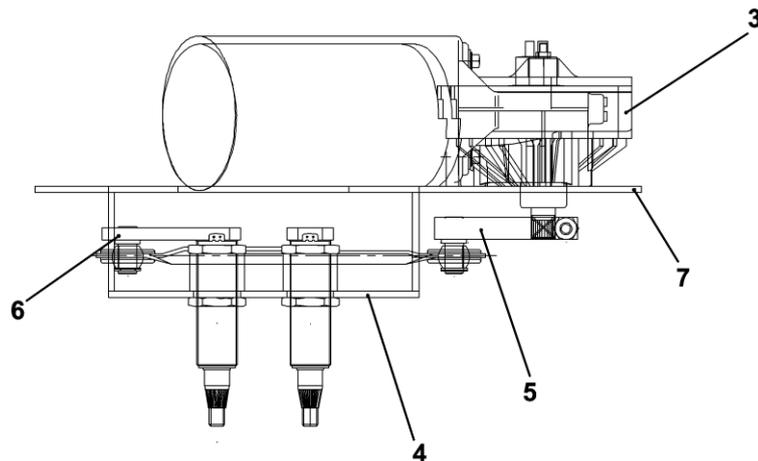
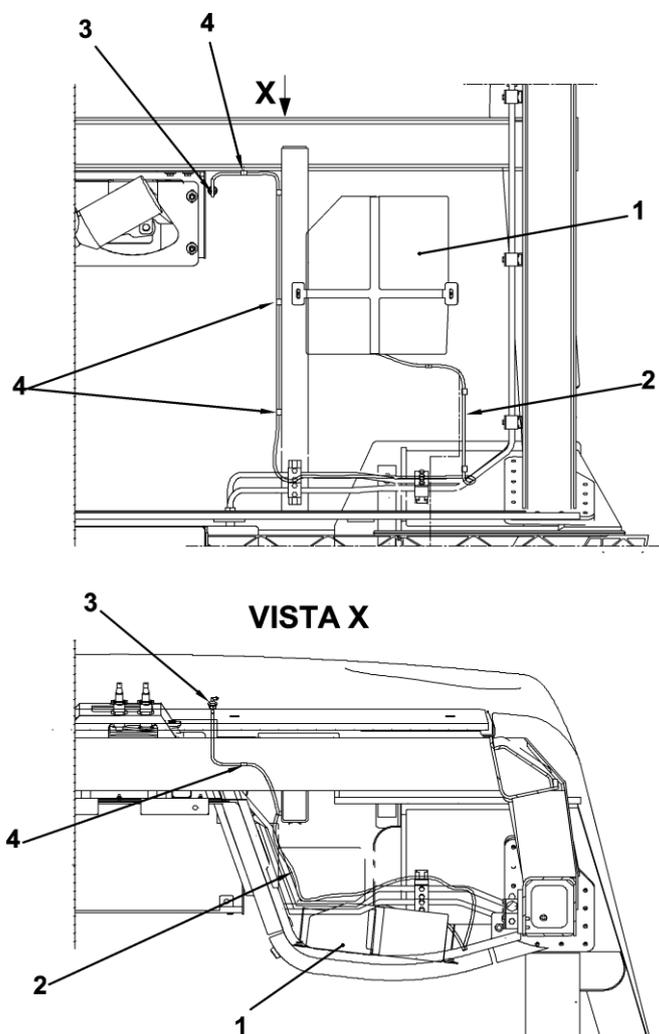

Figura 1-42. Limpiaparabrisas.
Figura 1-43. Depósito lavaparabrisas.
- Un brazo limpia-lavaparabrisas (1, Figura 1-42), fijado en la parte inferior del testero delantero, sobre la luna frontal. Sobre este brazo, en el extremo, se monta la escobilla (2) que está en contacto con la luna, para su limpieza.
- Un conjunto motor eléctrico, situado en la zona central inferior del mecanismo. Este motor debe llevar a cabo el accionamiento del brazo limpia-lavaparabrisas. El conjunto motor-mecanismo está formado por un motor eléctrico (3) unido a una varilla de transmisión (4), por medio de una biela (5) y ésta está unida a su vez por la biela del brazo (6) al mismo. El conjunto motor dispone de un soporte (7) para su instalación.
- Una instalación lavaparabrisas, situada en la zona inferior derecha de la consola de mando. Se encarga del suministro de líquido lavaparabrisas mediante un depósito de 10 litros con bomba (1, Figura 1-43), así como una tubería (2), un muñón acodado (3) y bridas de sujeción (4).